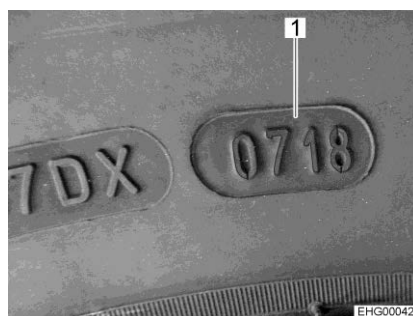

Fig. 228 Numero DOT
- ▷ Gli pneumatici non devono avere più di 6 anni perché la mescola di gomma col tempo invecchia e si sbriciola. Il codice DOT (Fig. 228,1) di quattro cifre sul fianco del pneumatico indica la data di produzione. Le prime due cifre indicano la settimana, le ultime due cifre l'anno di produzione.